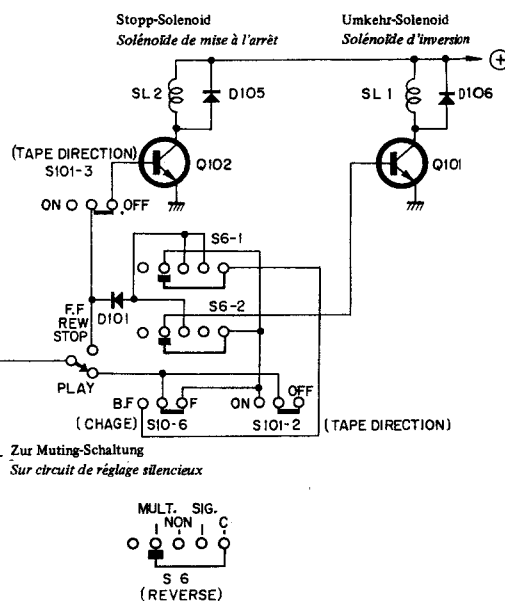

Fig. 45
Le circuit d'inversion automatique est illustré par la figure 45. Dans le circuit actuel, après avoir réglé l'interrupteur d'inversion (S6) sur la position "MULTIPLE", le mode de lecture est indiqué et le sens de défilement de la bande se passe dans le sens normal (►). En cours de lecture de la bande, le disque magnétique tourne et le relais à lames (S108) s'ouvre et se ferme instantanément. C'est au cours de l'ouverture et la fermeture du relais à lames que le potentiel électrique entre (A) et (B) change constamment. Quand l'interrupteur à lames est ouvert, un courant de charge circule dans R010, R001 et C104. Quand l'interrupteur à lames est fermé, le courant se décharge par C104, R001, S108 et D102. Ce courant de charge et de décharge vient s'additionner à la base de Q001 au cours de l'onde positive. En fonction de cette onde positive, marche et arrêt sont répétés. Par ailleurs, C103 de la base de Q002 est chargé par R102, mais pour que Q001 se mette alternativement en marche et à l'arrêt, le potentiel électrique du contact (C) ne dépasse pas le point de fonctionnement de Q002 et Q002 est mis à l'arrêt. Dès la mise à l'arrêt de Q002, le potentiel du contact (D) augmente pour mettre Q003 en fonction. (Q002 et Q003 forment un multi-vibrateur. Pour interrompre l'oscillation produite, la tension de base du contact (C) de Q002 est faible). Quand Q003 est mis en fonction, le potentiel du contact (E) chute. Pour mettre Q004 à l'arrêt, Q101 est également mis à l'arrêt et le solénoïde d'inversion SL1 n'est pas activé. (Q102 et SL2 ne sont pas mis en fonction car ils sont mis à l'arrêt par S10-6).